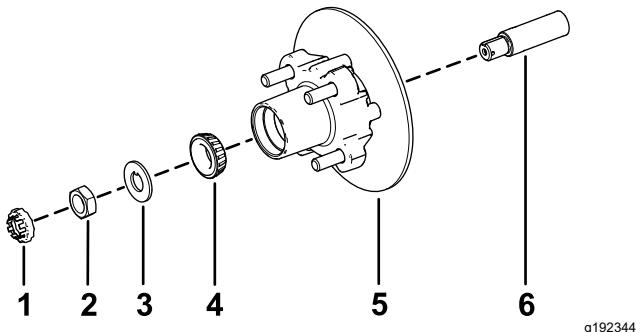

Figura 32
1. Aplique uma leve camada do lubrificante especificado no eixo (Figura 32).
2. Monte o cubo e o rotor no eixo com o rotor interior (Figura 32).
3. Monte o rolamento exterior no eixo e coloque o rolamento na correia exterior (Figura 32).
4. Monte a anilha com patilha no eixo (Figura 32).
5. Enrosque a porca do eixo no eixo e aperte a porca com $15 \text{ N}\cdot\text{m}$, enquanto roda o cubo para assentar o rolamento (Figura 32).
2. Alinhe as pastilhas dos travões com cada lado do rotor (Figura 28) e os orifícios no suporte da pinça com os orifícios na montagem dos travões da estrutura do eixo (Figura 32).